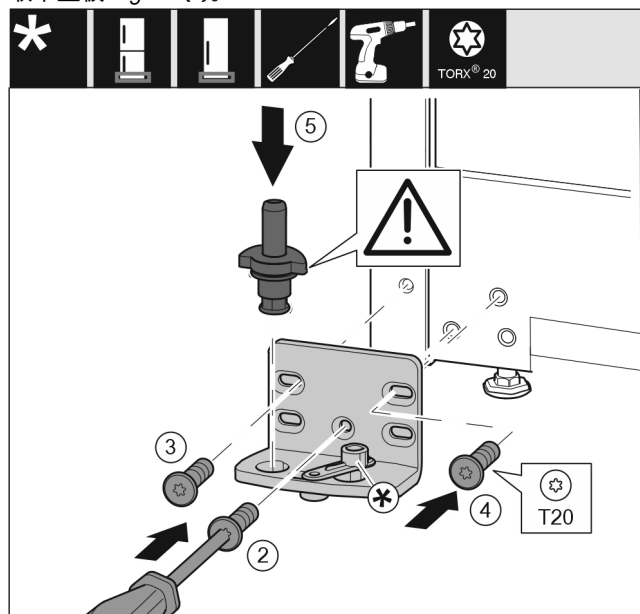

Fig. 15
- ▶ 将托架安装到另一侧，并借助螺丝刀旋紧。用螺钉 Fig. 15 (2)从底部的中心开始。
- ▶ 拧紧螺钉 Fig. 15 (3)和螺钉 Fig. 15 (4)。
- ▶ 将轴承螺栓 Fig. 15 (5)完全装入。同时注意止动凸轮需指向后方。